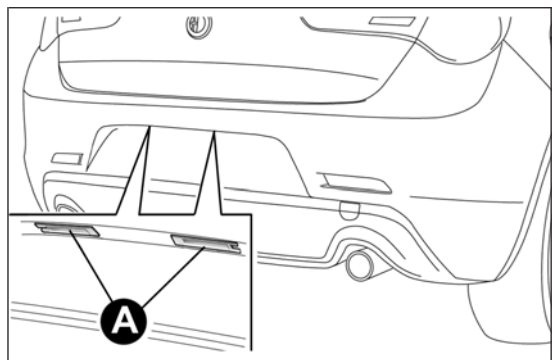

fig. 148
- ❑ rimuovi i gruppi luce targa A fig. 148;